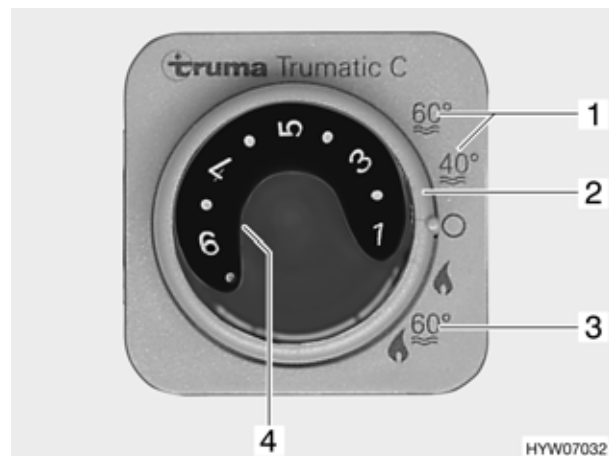

Fig. 122 Centralina di controllo per riscaldamento/boiler
Il boiler è integrato nel riscaldamento e funziona a gas. Il boiler si accende dalla centralina di controllo (Fig. 122) con l'interruttore girevole (Fig. 122,2).
Durante il funzionamento invernale "Riscaldamento e boiler" (Fig. 122,3), accendendo il riscaldamento è riscaldata automaticamente anche l'acqua nel boiler. Quando il riscaldamento si spegne al raggiungimento della temperatura ambiente desiderata, il boiler continua a riscaldare l'acqua, fino a quando questa raggiunge la temperatura impostata.
Durante il funzionamento estivo (Fig. 122,1) l'acqua è riscaldata soltanto nel boiler fino a 40 °C o 60 °C. L'acqua si riscalda a 60 °C in ca. 1 ora. La luce spia gialla (Fig. 122,4) si accende durante la fase di riscaldamento del boiler.
- Sulla centralina di controllo (Fig. 122) posizionare l'interruttore girevole (Fig. 122,2) su "Funzionamento estivo" (Fig. 122,1).
La luce spia gialla (Fig. 122,4) si accende durante la fase di riscaldamento. Al raggiungimento della temperatura dell'acqua desiderata, la fase di riscaldamento termina e la luce spia gialla si spegne.
- Sulla centralina di controllo (Fig. 122) posizionare l'interruttore girevole (Fig. 122,2) su "Spento".